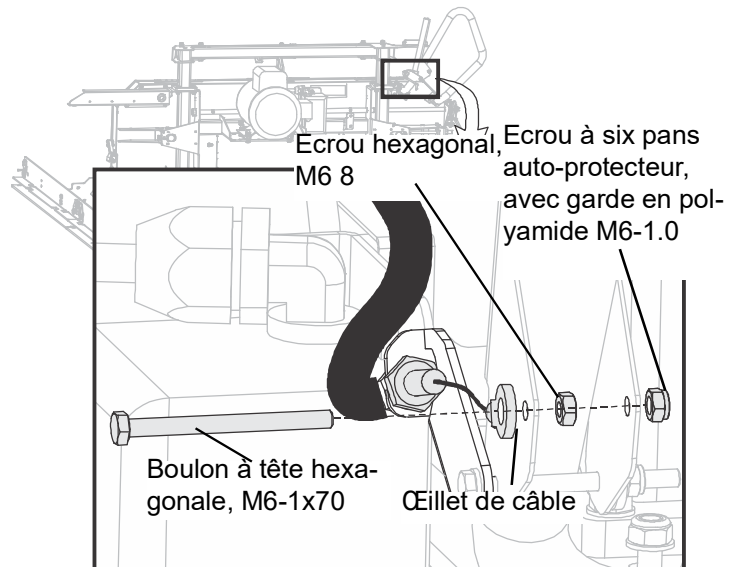

FIG. 3-27
6. Serrez le câble d'embrayage dans le support à l'aide d'une clé. (Voir FIG. 3-27 .)